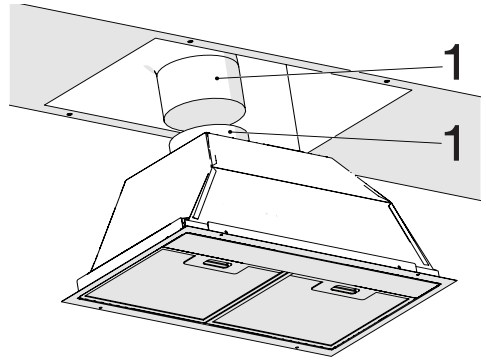

Abb. 9
- Bringen Sie das Abluftrohr am Abluftkanal an und befestigen Sie es mit der Klemme (Abb. 9)